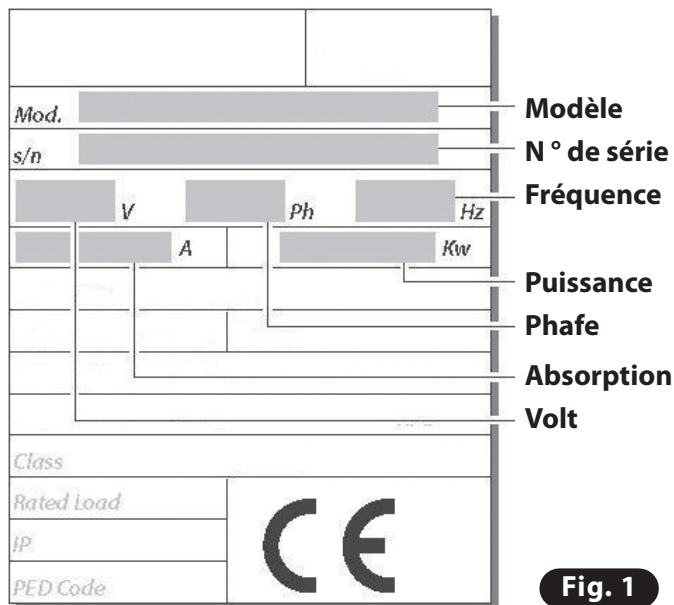

Fig. 1
- L'emballage externe en carton : 1 étiquette (Fig. 1).